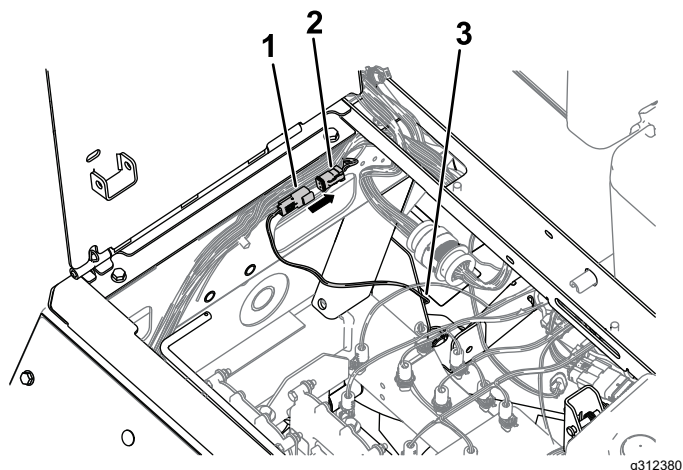

Рисунок 25
2. Подсоедините свободный разъем на жгутах проводов электромагнита к разъему жгута проводов машины под сиденьем (Рисунок 25).